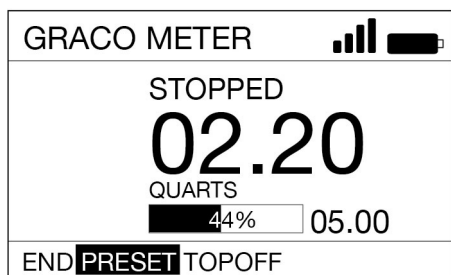

图 35
4. 使用向左和向右箭头以选择“预设”(H)。按下回车按钮(图 35)。